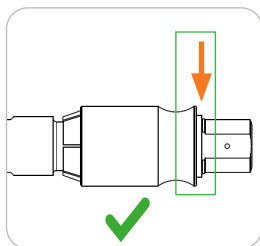
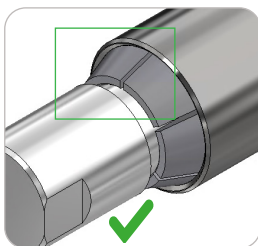
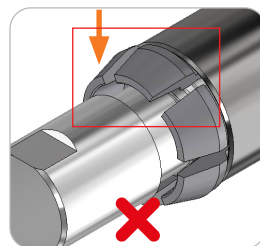

Abbildung 3
Abbildung 4
Abbildung 5
- Der Sprengring muss sichtbar sein (Abbildung 3) und die Außenkanten des Spannzangenaußendurchmessers dürfen nicht mehr sichtbar sein (Abbildung 4 und Abbildung 5). Das integrierte Absperrventil, falls vorhanden, wird durch das Anschließen des Adapters aufgedrückt.